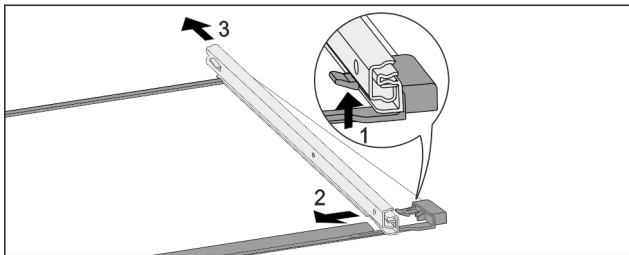

Fig. 174 Placa de vidrio con guías
- ▶ Presione hacia arriba el gancho de retención delantero. Fig. 174 (1)
- ▶ Retire la guía extraíble hacia un lado Fig. 174 (2) y hacia atrás Fig. 174 (3).